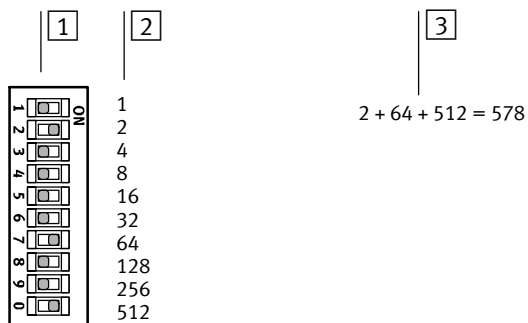

Fig. 2/2: 10-элементный DIL-переключатель для настройки адреса PROFIsafe – с двоичной кодировкой
3. Настройте адрес PROFIsafe на 10-элементном DIL-переключателе в двоичной кодировке → Fig. 2/2.